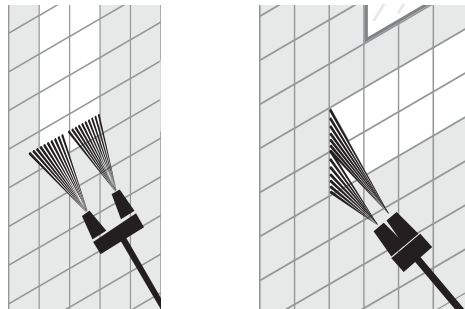

Fig. 8
4. Gire a pistola de pulverização (9) para orientar o jato do ventilador de uma forma melhor (Fig. 8).